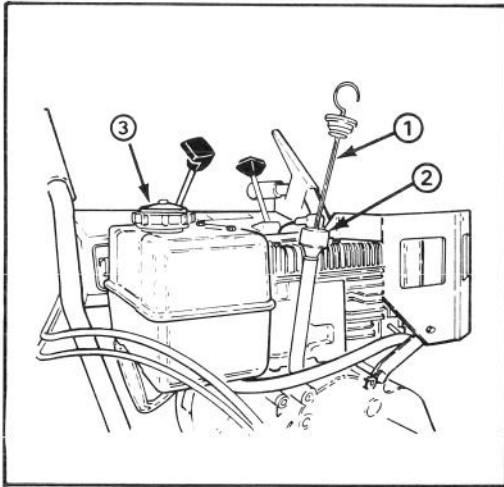

Abbildung 8
FÜLLEN DES KURBELGEHÄUSES MIT ÖL (Abb. 8)
ANMERKUNG: NIE METHANOL, EIN METHANOL/BENZINGEMISCH, GASOHOL MIT MEHR ALS 10% ETHANOL, ODER LEICHTBENZIN BENUTZEN, DA BEI DIESEN STOFFEN MOTOR-BESCHÄDIGUNGSGEFAHR BESTEHT. (Abb. 8).
1. Umden Tankdeckel herum reinigen (Abb. 8). Den Deckel abnehmen und den Tank bis ca. 13 mm von der Oberkante mit Benzin füllen. Den Tank wieder verschließen.